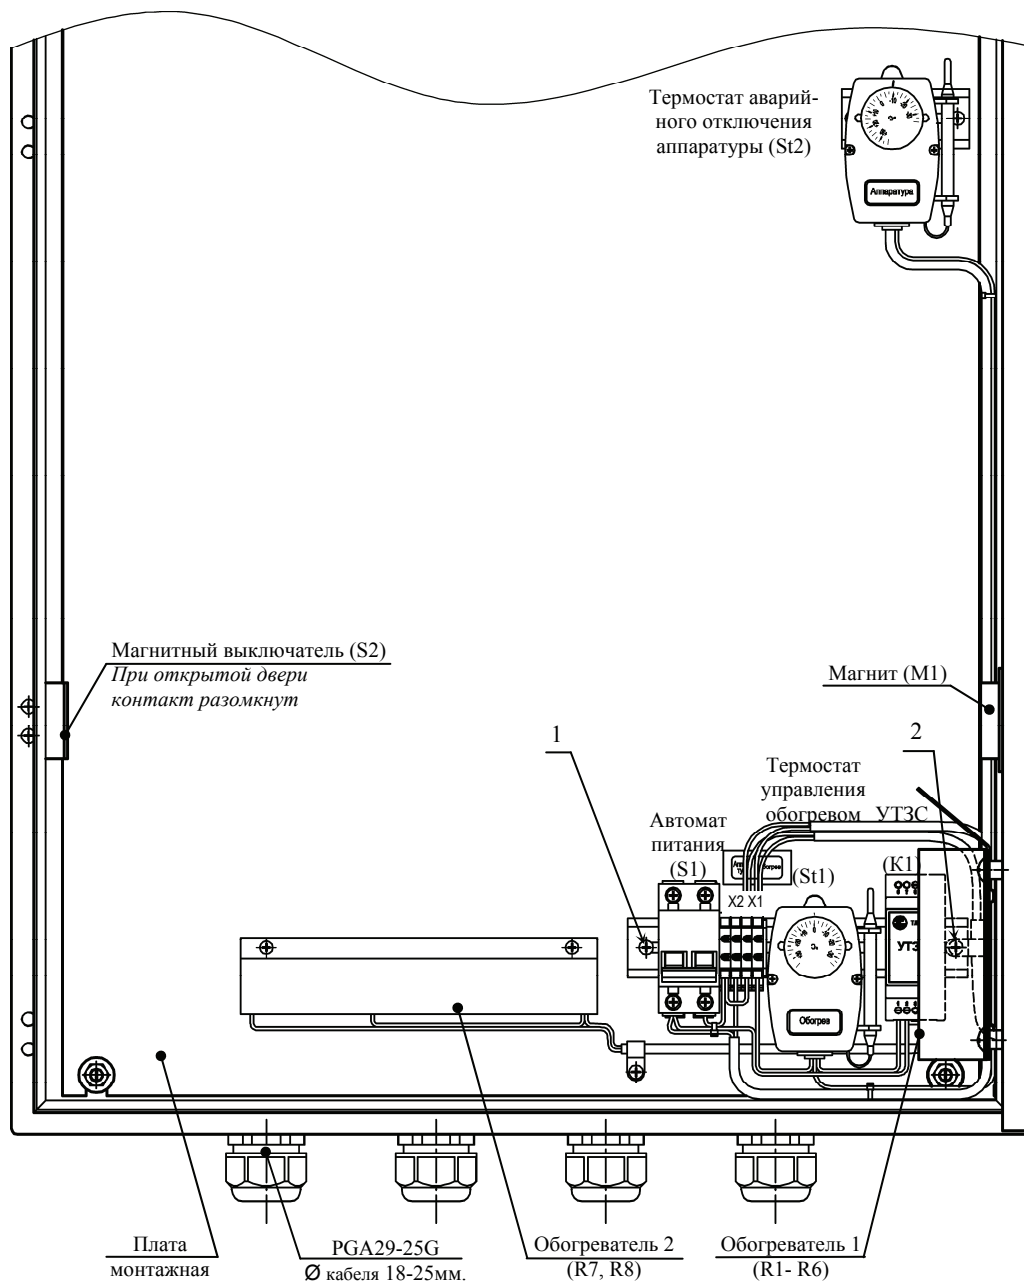

Рис. 1. Устройство термощафа (дверь открыта на 90°)
Для установки в ТШ-5 телевизионного (электронного) оборудования необходимо извлечь монтажную плату (см. рис.1) из шкафа, для чего необходимо:
4. Снять с монтажной платы нижнюю DIN-рейку с установленными на ней, S1, X2, X1, St1 и K1, выкрутив крепящие DIN-рейку саморезы 1 и 2 (рис.1).